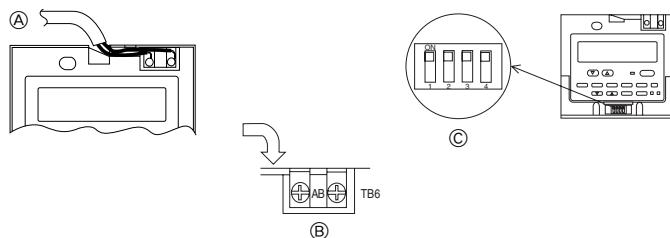

Fig. 6-4
2) Procedimientos de conexión (Fig. 6-4)
- ① Conecte el cable del control remoto en el bloque de terminales.
- ② Cuando vaya a utilizar dos controles para el mismo grupo, ajuste el commutador de inmersión No 1 mostrado más abajo.